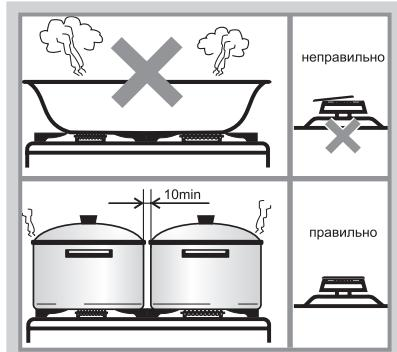

Рис.23
- Размеры посуды (см. табл. 8 и рис.23) и режим работы горелок нужно выбирать таким образом, чтобы пламя не выходило за края и не «лизало» боковые стенки.
- Запрещается устанавливать на решетки какие-либо дополнительные рассекатели пламени и пользоваться горелками со смещанными крышечками (рис. 23). Это может привести к разрушению стеклянного стола или необратимому ухудшению внешнего вида стола из нержавеющей стали.